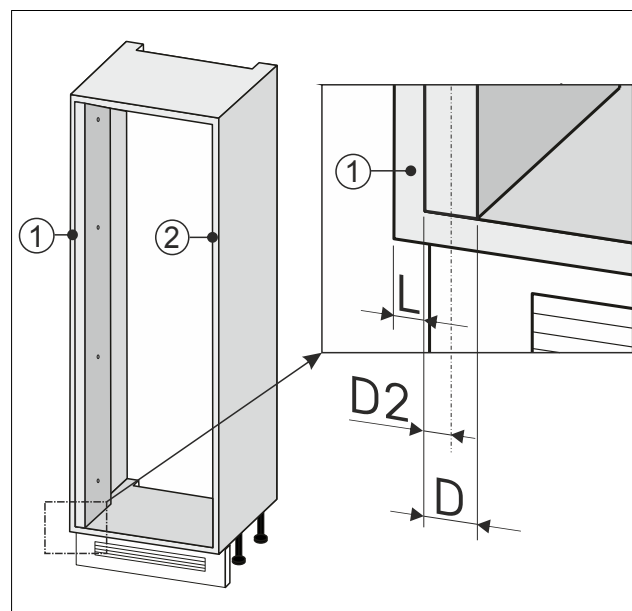

Fig. 94
- Notera halva bredden Fig. 94 (D2) på väggtjämnningen.